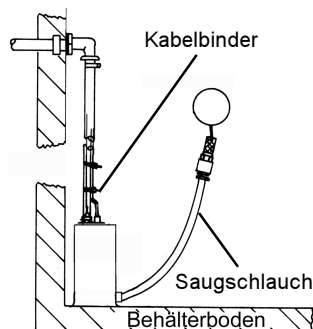

Bild 2
- Positionieren Sie die Zubringerpumpe standfest auf den Boden des Auffangbehälters, siehe Bild 2.
- Um eine Beschädigung der Netzleitung zu vermeiden, ist diese mit Kabelbindern in regelmäßigen Abständen an der Druckleitung oder dem Edelstahlseil zu befestigen, siehe Bild 2.